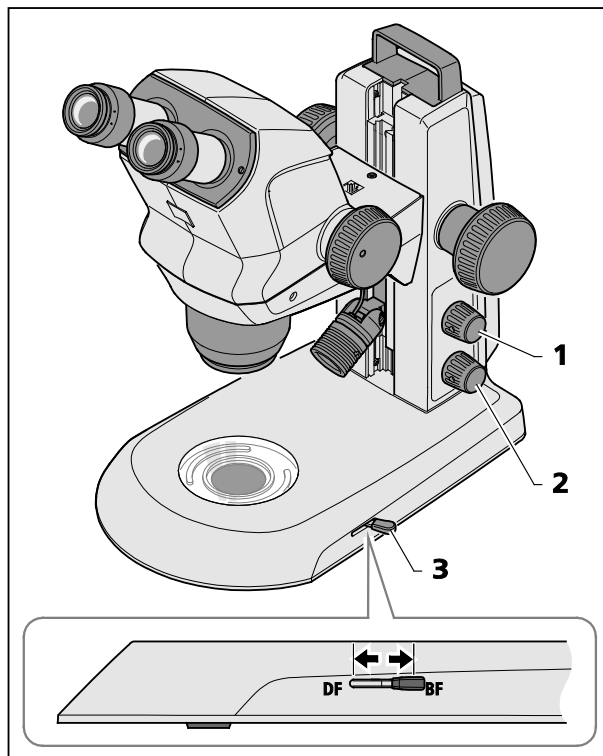

Fig. 19 Modulo di luce trasmessa nello stativo K EDU
- Accendere la luce trasmessa, premendo la manopola inferiore (Fig. 19/2).
- Spostando la leva (Fig. 19/3) si può commutare tra illuminazione a campo chiaro e quella a campo oscuro.
- Posizione anteriore: Campo oscuro (DF)
- Posizione posteriore: Campo chiaro (BF)
Schiacciando il pulsante superiore (Fig. 19/1) si può aggiungere luce riflessa (vedi capitolo 4.2 a pagina 26).